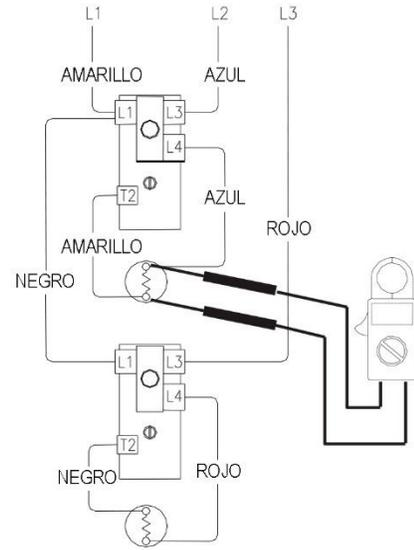

Figura 19
6. Compruebe los terminales superiores del elemento (consulte la figura 19).